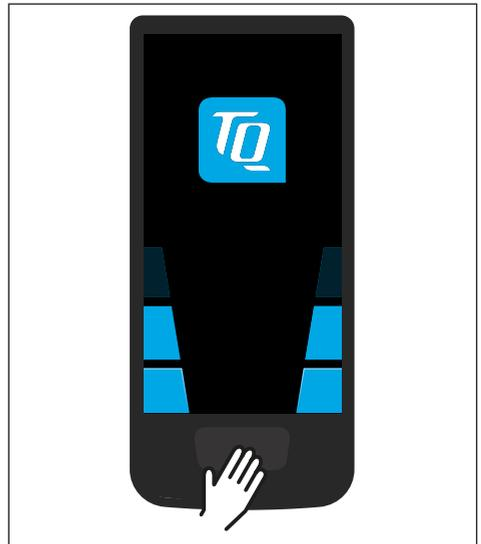

Abb. 3: Bedientaste am Display
- ▶ Schalten Sie die Antriebseinheit ein, indem Sie **kurz** die Taste (siehe Abb. 3) auf dem Display drücken.
- ▶ Schalten Sie das Antriebssystem aus, indem Sie **lang** (>3 s) die Taste (siehe Abb. 3) auf dem Display drücken.